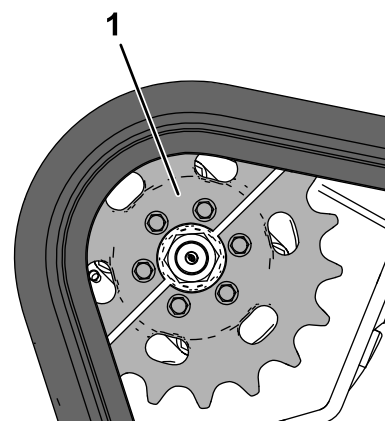

Figura 60
2. Parcheggiate la macchina su terreno pianeggiante, assicurandovi che 1 sola metà della ruota conduttrice sia innestata nel cingolo (Figura 60).